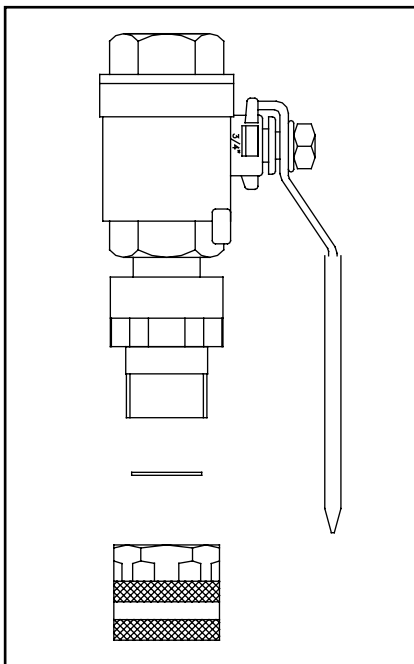

Fig. 8
### 2.1 Filter (Abb. 8)
4. Den Filter zwischen der Zulaufkupplung und dem Vakuumventil abnehmen (Fig. 8) und ihn in eine kalklösende Flüssigkeit legen, bis sich Kalkrückstände gelöst haben.